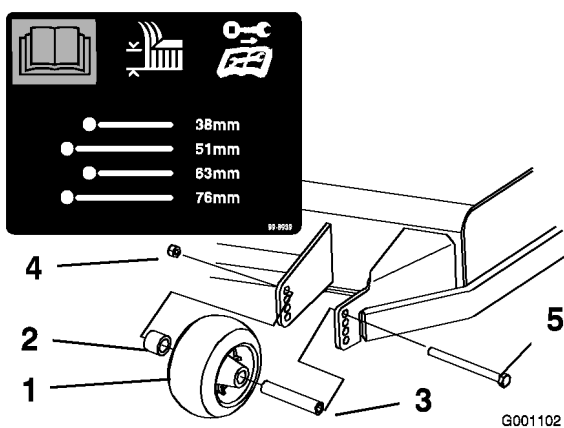
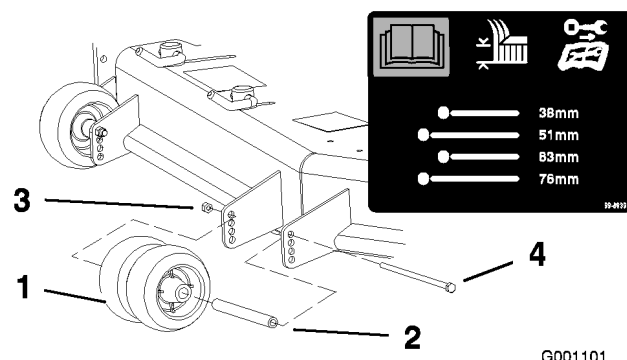
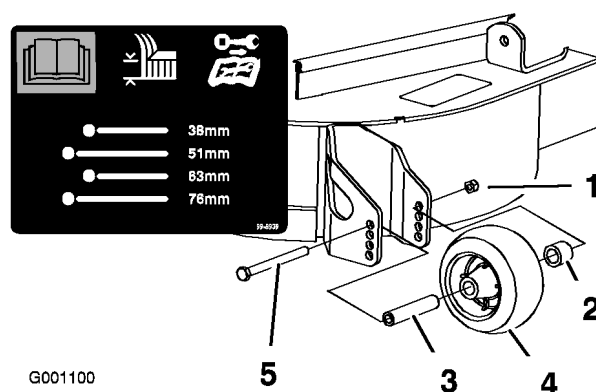

Figura 18
Figura 19
Figura 20
3. Una volta regolata l'altezza di taglio, regolate i rulli togliendo il dado flangiato, la boccola, il distanziale e il bullone (Figura 18 , Figura 19 e Figura 20).
Nota: I due rulli centrali sono privi di distanziale (Figura 19).
5. Montate il dado flangiato, la boccola, il distanziale e il bullone. Serrate a 54-61 Nm (Figura 18 , Figura 19 e Figura 20).